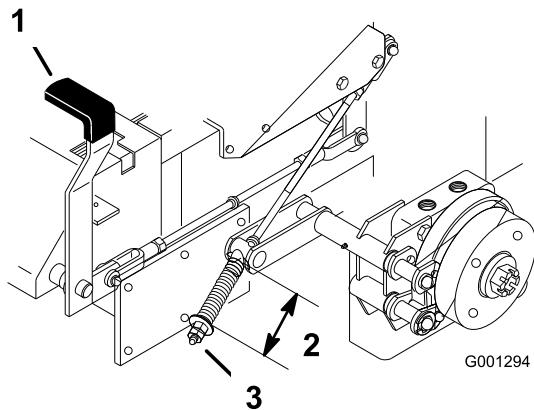

Figure 54
2. Mesurez la longueur du ressort. Les rondelles doivent être espacées de 64 mm (Figure 54).
3. Si un réglage est requis, desserrez le frein de stationnement, desserrez lécrou de blocage situé sous le ressort et réglez lécrou directement au-dessous du ressort (Figure 54). Modifiez le serrage de lécrou jusqu'à ce que le ressort ait la longueur voulue. Tournez lécrou dans le sens horaire pour raccourcir le ressort et dans le sens anti-horaire pour l'allonger.